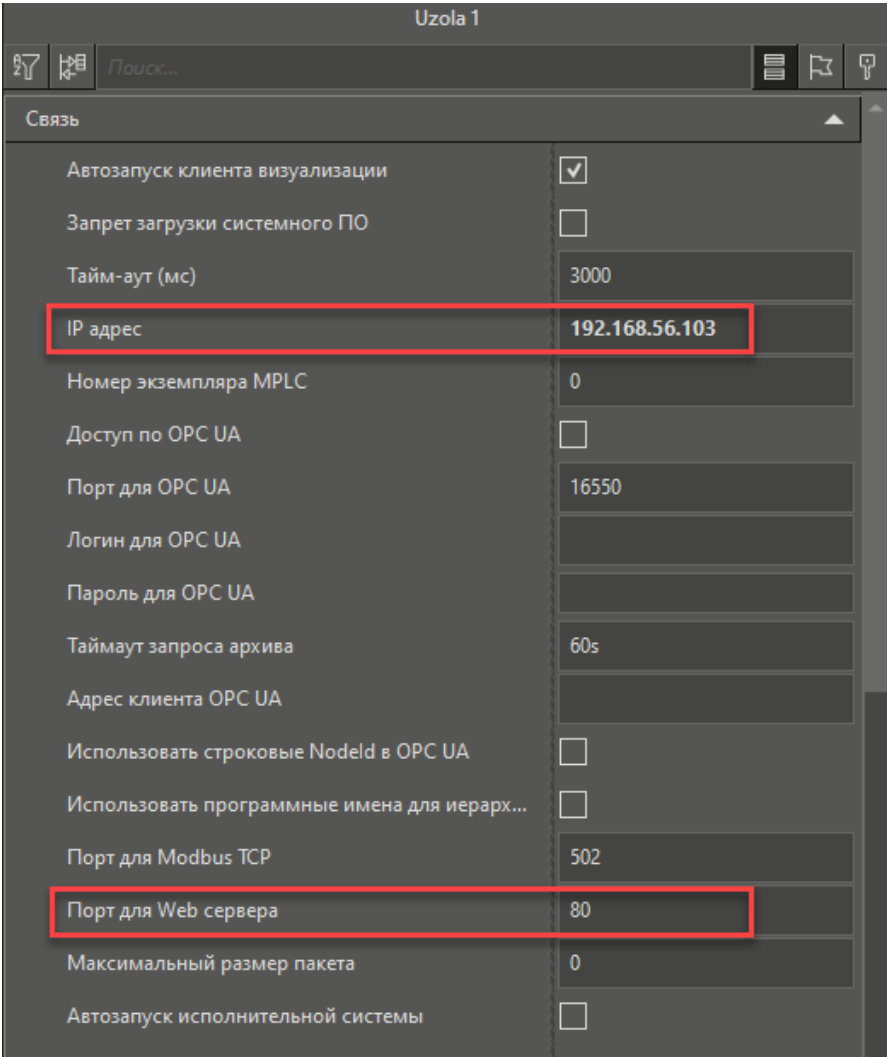

Рисунок 18
3.1.4 Для подключения к контроллеру среды разработки достаточно в разделе «Связь» настроить два свойства (см. рисунок 18):